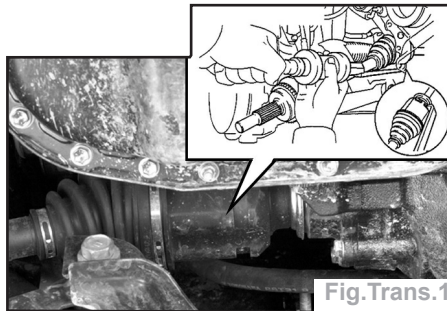

Fig.Trans.1
- A l'aide d'un extracteur à inertie, déboîter le joint homocinétique de la boîte de vitesses et dégager la transmission (Fig.Trans.1).